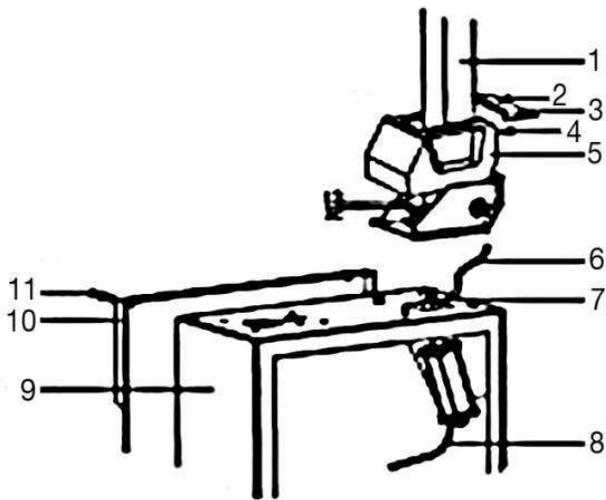

Figure 1
1. Régler la colonne 1 (Fig.1) aux quatre boulons sur le dessus du boîtier 9 (Fig.1) pousser le tuyau d'air 6 (Fig.1) dans le trou. Serrer les quatre écrous.
2. Insérer la vis (Fig.1) dans le trou de la colonne et connecter de telle sorte que le cylindre 7 (Fig.1) de la colonne d'inclinaison fasse glisser les écrous autobloquants (Fig.1).
3. Desserrer les deux vis 11 (Fig.1) sur le couvercle de gauche 10 (Fig.1) et retirer le couvercle. Ensuite, connecter le tuyau d'air précité avec un connecteur en T à l'intérieur de la machine.
4. Fixer le couvercle en plastique 5 (Fig.1) avec les deux vis 4 (Fig.1).